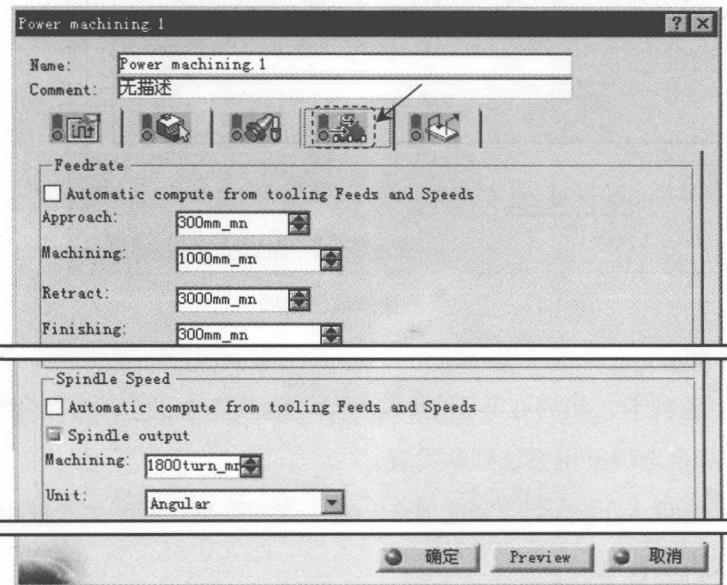

图 1.21 “进给率”选项卡
(1) 进入“进给率”选项卡。在“Power machining.1”对话框(一)中单击 选项卡。
(2) 设置进给率。在“Power machining.1”对话框(一)的 选项卡中设置图 1.21 所示的参数。